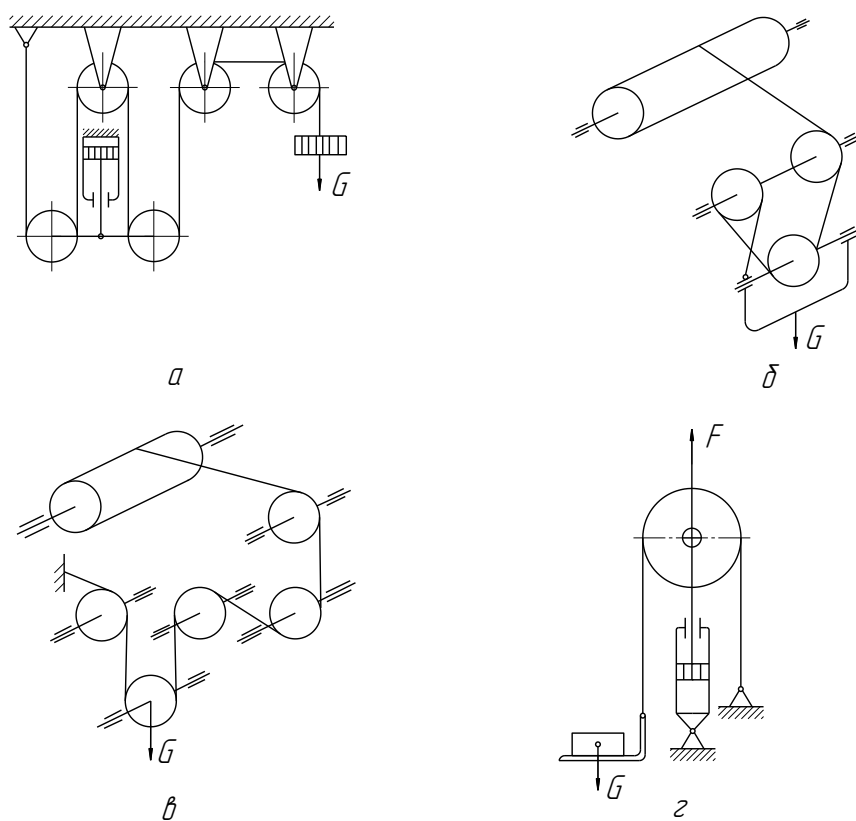

Рисунок 2.4.2 – Схемы полиспастов
2.4.7 Укажите какой выигрыш в силе дает полиспаст (рисунок 2.4.2, б)?
2.4.8 Укажите какой выигрыш в скорости дает полиспаст (рисунок 2.4.2, б)?